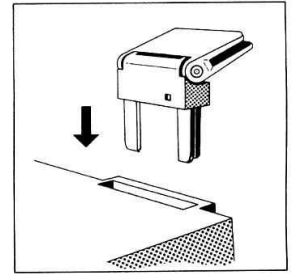

Fig. 3
- Scharniere **2** in die dafür vorgesehenen Aussparungen einstecken (Fig. 3).